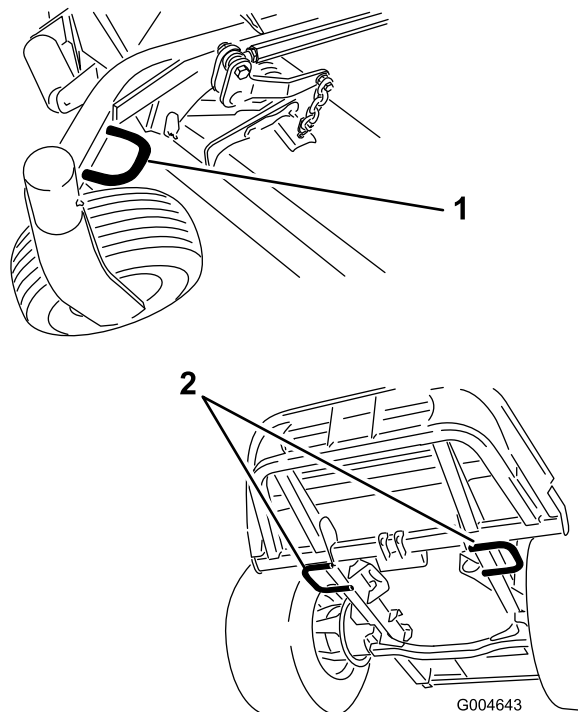

Figura 39
- Prenda bem a máquina ao atrelado ou carrinha com tiras, correntes, cabos ou cordas conforme exigido pelas regras de trânsito da sua área (Figura 39).